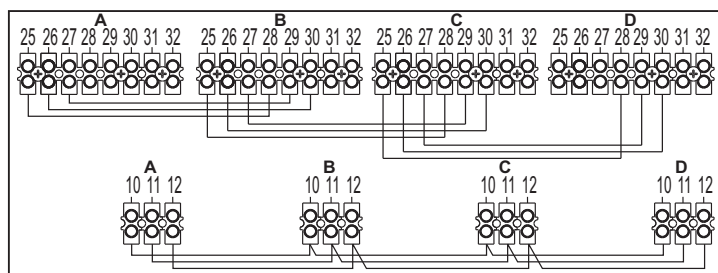

fig. 23 - Montarea în sistem cascade
1. Conectați modulele așa cum se arată în fig. 23 (exemplul cu 4 module)
Dacă acest lucru nu se întâmplă, întrerupeți alimentarea cu electricitate și controlați cablajul din fig. 23.